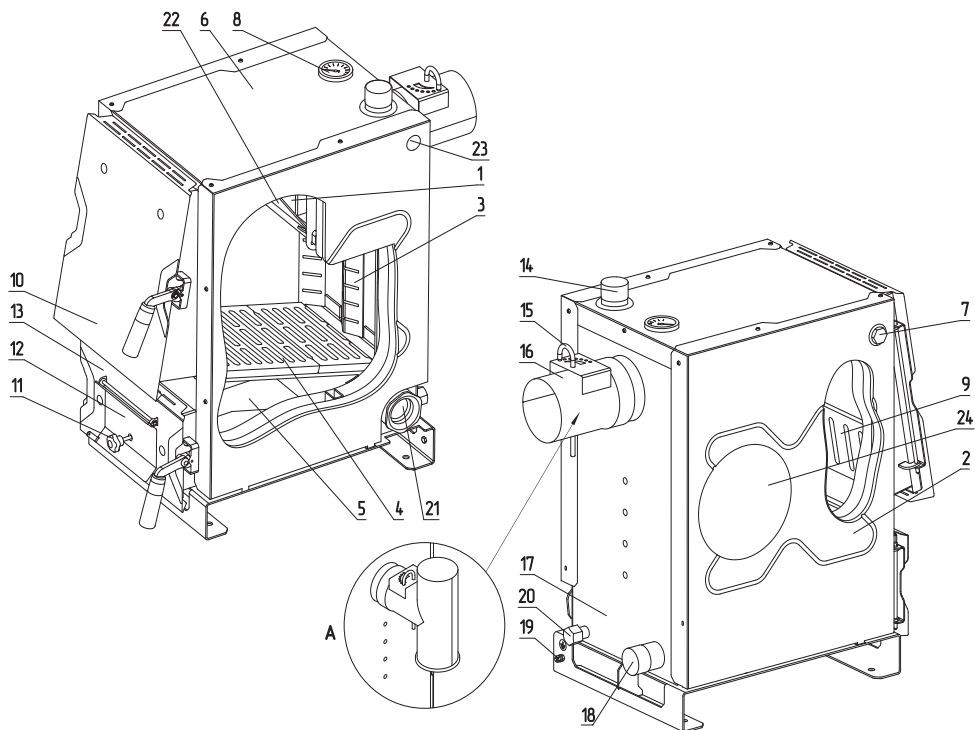

Рис.1 Устройство котла ZOTA Master X
- Эксплуатировать котел без установленного зольного ящика (**Рис.1, поз.5**);
- Эксплуатировать котел без установленной шуровочной решетки (**Рис.1, поз.9**);